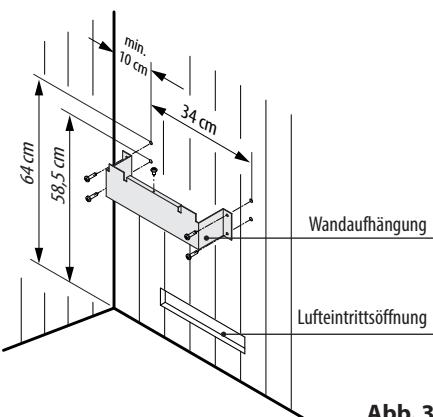

Abb. 3
- Wandaufhängung gemäß Abb. 3 mittig über der Lufteintrittsöffnung mit den beigefügten Spanplattenschrauben an der Kabinenwand festschrauben.